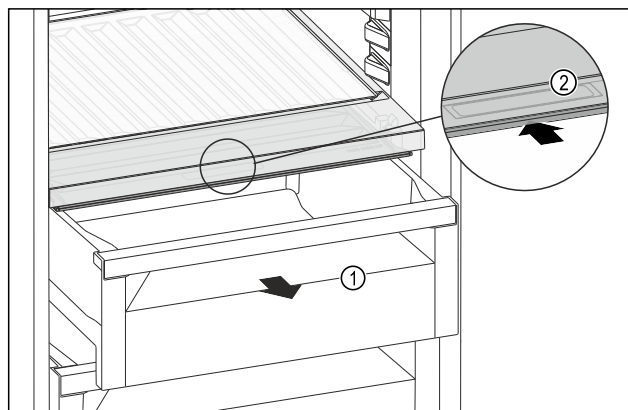

Fig. 190
- Trekk ut skuffen Fig. 190 (1).
- Ta tak i det innfelte grepet Fig. 190 (2) på lokket, og skyv lokket samtidig bakover.